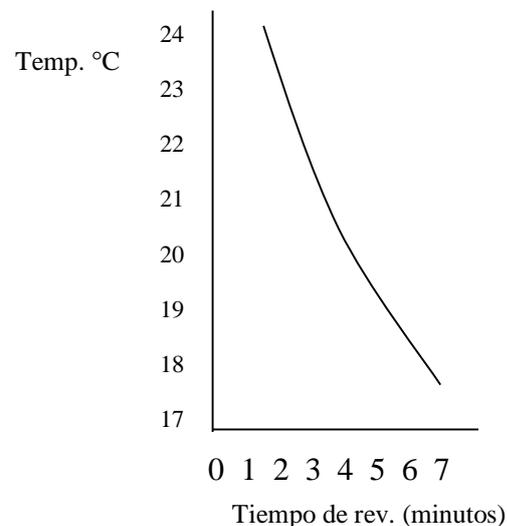

Fig. 4- 5. Gráfico de temperatura/tiempo
- Emplee las tablas de ajuste de temperatura/tiempo que provee el fabricante cuando sea necesario. (Fig. 4- 5).